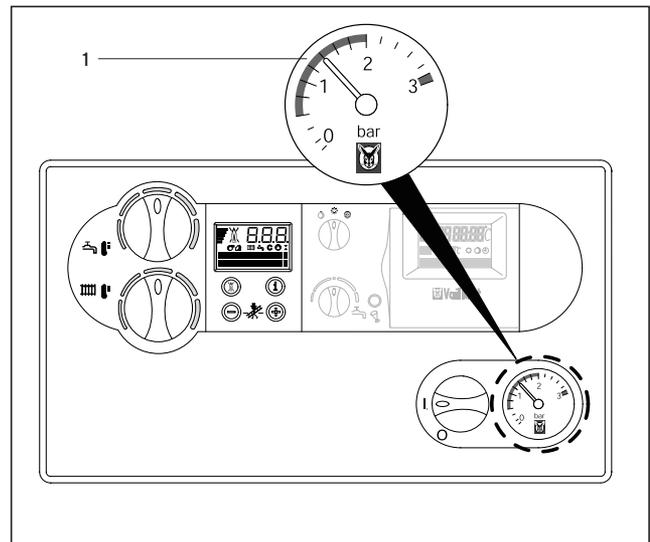

Abb. 3.20 Gerät/Heizungsanlage füllen
Für einen einwandfreien Betrieb der Heizungsanlage soll bei kalter Anlage der Zeiger am Manometer (1) im Bereich zwischen 1,0 und 2,0 bar Fülldruck stehen (Abb. 3.20). Steht er unterhalb von 0,8 bar, füllen Sie bitte entsprechend Wasser nach.